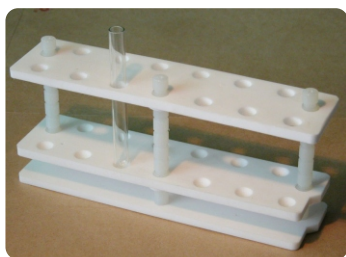

图6
4. 根据所选试管的直径选择适用的“试管架板”并用“Ω型卡”定位在“试管架支柱”的最上端(见图6)